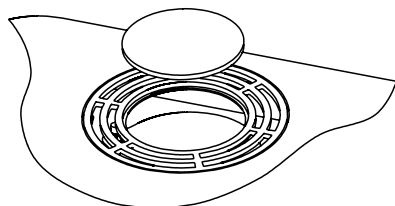

Рисунок 8. Установка дополнительной заглушки
8. Отверстие на верхней панели камина необходимо закрыть дополнительной заглушкой, входящей в комплект (рисунок 8).